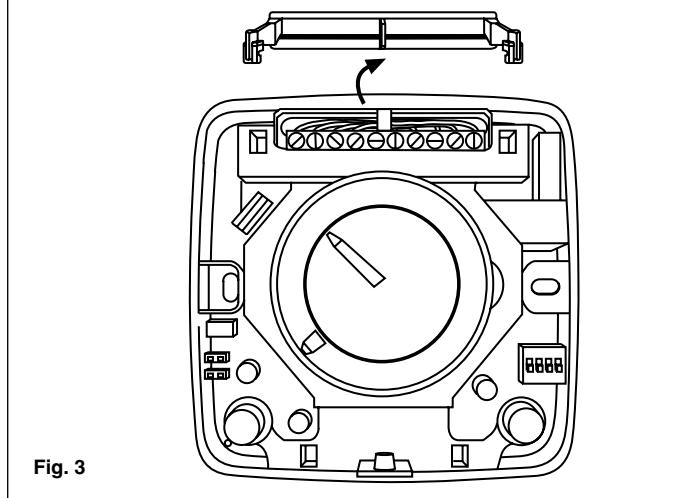

Fig. 3
- Verwijder de kabelbeveiligingssteun en maak de aansluitingen op het knoppenbord van de regelaar (Fig. 3).